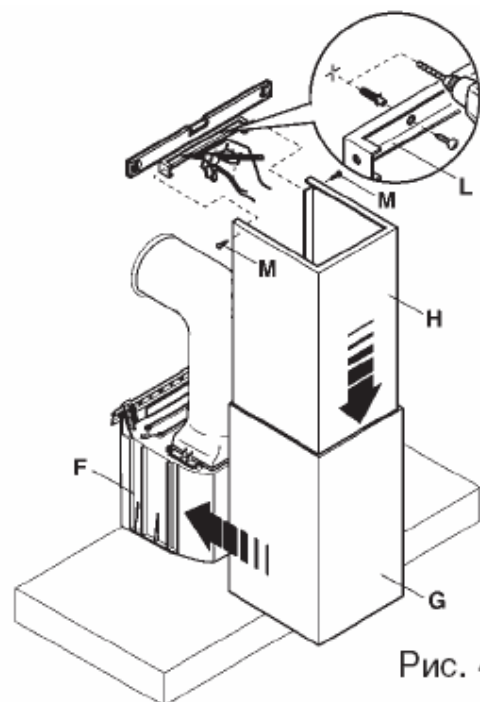

Рис. 4
- Спрячьте трубу в деталь (G), полностью придвинув ее к стене (рис. 4).
- Вставьте удлиняющий элемент (H) в деталь (G) и отрегулируйте необходимую высоту.
- Приложите деталь (L) к стене, выровняйте ее горизонтальное положение с помощью уровня и по обоим краям детали наметьте 2 места для сверления отверстий.
- Просверлите отверстия, вставьте два дюбеля диаметром 4 мм и закрепите деталь (L) с помощью соответствующих болтов.
- Прикрепите удлиняющий элемент (H) к детали (L) с помощью болтов (M).